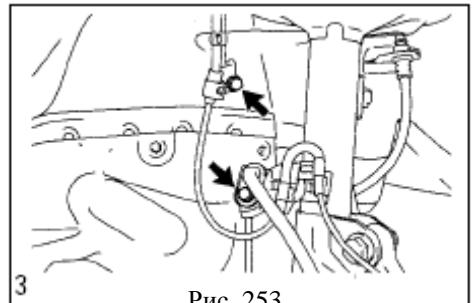

Рис. 253
(2) Подсоедините разъем к выключателю сигнала тормоза.
(3) Закрутите болт на кронштейне педали тормоза (см. рисунок 253).